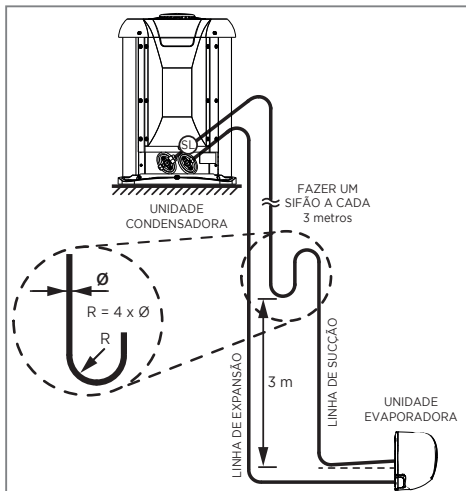

FIG. 20 - LINHAS DE INTERLIGAÇÃO
1. Quando a unidade condensadora estiver em um nível superior ao da unidade evaporadora, fazer sifões nas subidas da linha de sucção a cada 3,0 metros; considerando desde a saída da evaporadora (Fig. 20).
3. Inclinare as linhas horizontais de sucção no sentido do fluxo. (Fig. 20)